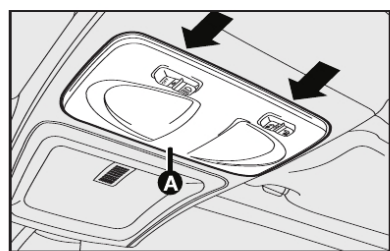

fig. 31
- 1) com uma chave de fenda nos pontos indicados **fig. 31**, remover o conjunto da luz interna montada a pressão pelas travas;